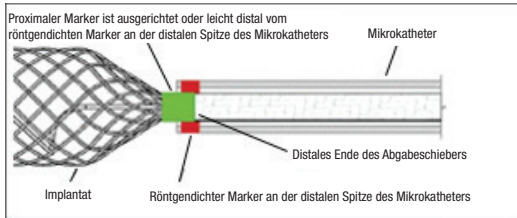

Abbildung 6 – Position der Marker für die Abtrennung
- Unter Durchleuchtungskontrolle das Implantat langsam aus der Spitze des Katheters vorschieben. Das Implantat weiter an die gewünschte Stelle vorschieben, bis der proximale röntgengedichtete Marker auf dem Implantat ausgerichtet ist oder sich leicht distal zum Katheter mit röntgengedichtem Marker an der distalen Spitze befindet, wobei die Abtrennzone direkt jenseits der Katheterspitze positioniert wird. Siehe Abbildung 6. Gegebenenfalls neu positionieren. Bei ungeeigneter Größe das Implantat entfernen und durch ein anderes Produkt ersetzen. Wird nach der Positionierung und vor der Abtrennung eine unerwünschte Bewegung des Implantats unter Durchleuchtung beobachtet, das Implantat entfernen und durch ein anderes Implantat mit einer geeigneteren Größe ersetzen. Bewegt sich das Implantat, deutet dies auf eine mögliche Implantatmigration nach der Abtrennung hin. Den Abgabeschleiber **NICHT**